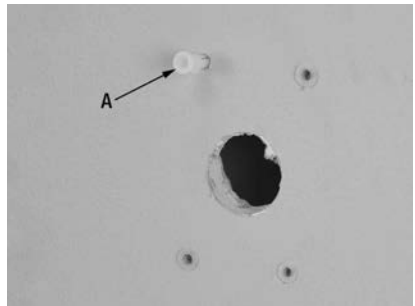

FIGURE 6
10. Insérez un ancrage mural blanc (A) Fig.6 dans chaque trou et tapotez-les dans le mur, tel que montré.